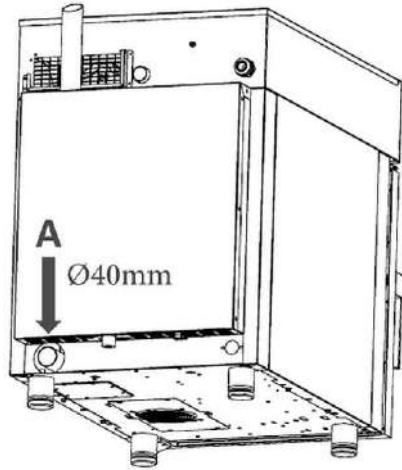

Abb. 5
- Das Anschlussstück (**A**, Abb. 5) befindet sich an der Rückseite des Gerätes und hat einen Durchmesser von 40 mm.